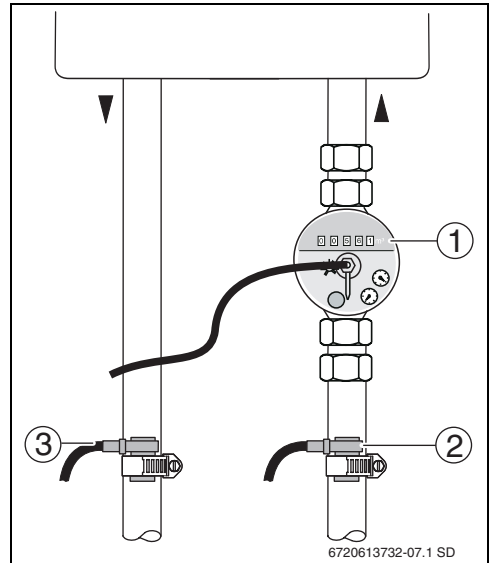

Рис. 11 Установка расходомера и датчиков температуры
- ▶ Установите расходомер под насосной станцией в обратную линию солнечного коллектора (рис. 11, поз. 1). При этом соблюдайте правильность направления потока и монтажное положение (головка счётчика не должна быть направлена вниз).
- ▶ Закрепите датчик температуры обратной линии (рис. 11, поз. 2) прилагаемым хомутом.
- ▶ Закрепите датчик температуры подающей линии (рис. 11, поз. 3) прилагаемым хомутом.